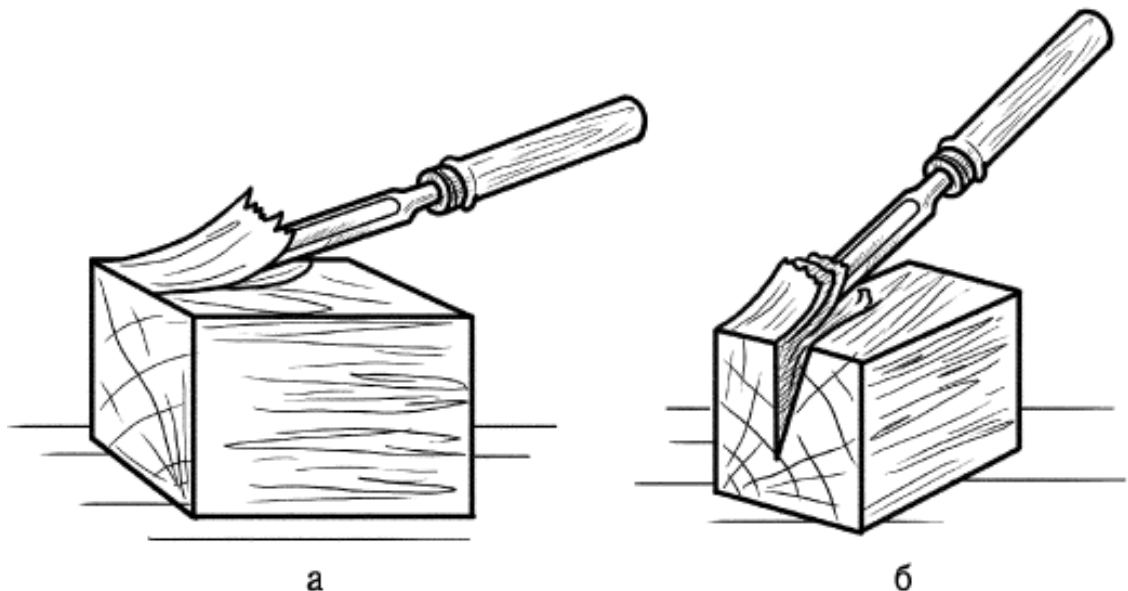

Рис. 46. Выполнение среза по наклонной: *а* – правильно; *б* – неправильно
1. Срез по наклонной (рис. 46), чтобы получиться чистым и гладким, обязательно должен выполняться по наклонной линии (отсюда и его название) к слою древесины и в направлении идущих волокон. В противном случае на материале образуются задиры и сколы.